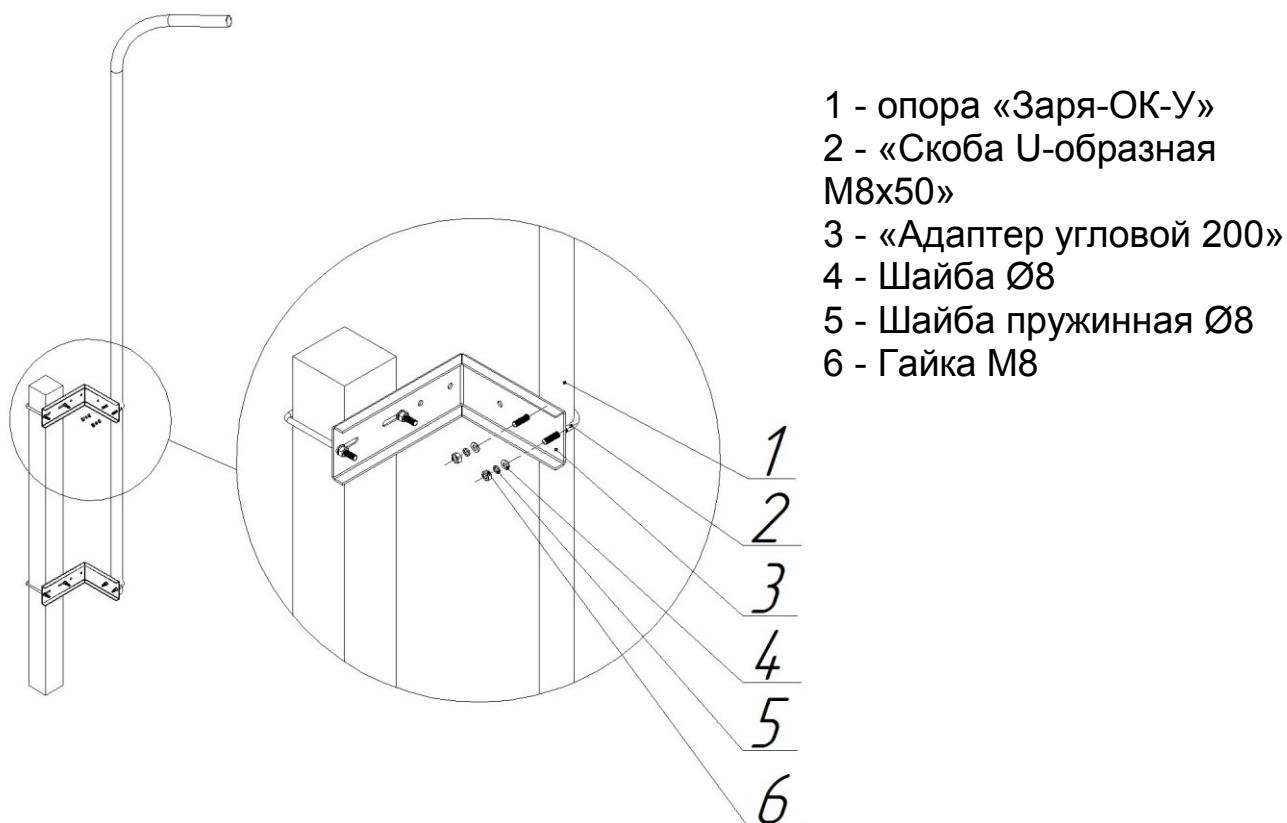

Рис. 2 - Установка опоры «Заря-ОК-У» на адаптеры
4.4.4. Закрепить опору «Заря-ОК-У» поз.1 на установленные адаптеры поз.3 с помощью скоб поз.2, гаек поз.6, шайб поз. 4 и 5 (рис. 2) из комплекта адаптеров «Заря-АК-У».